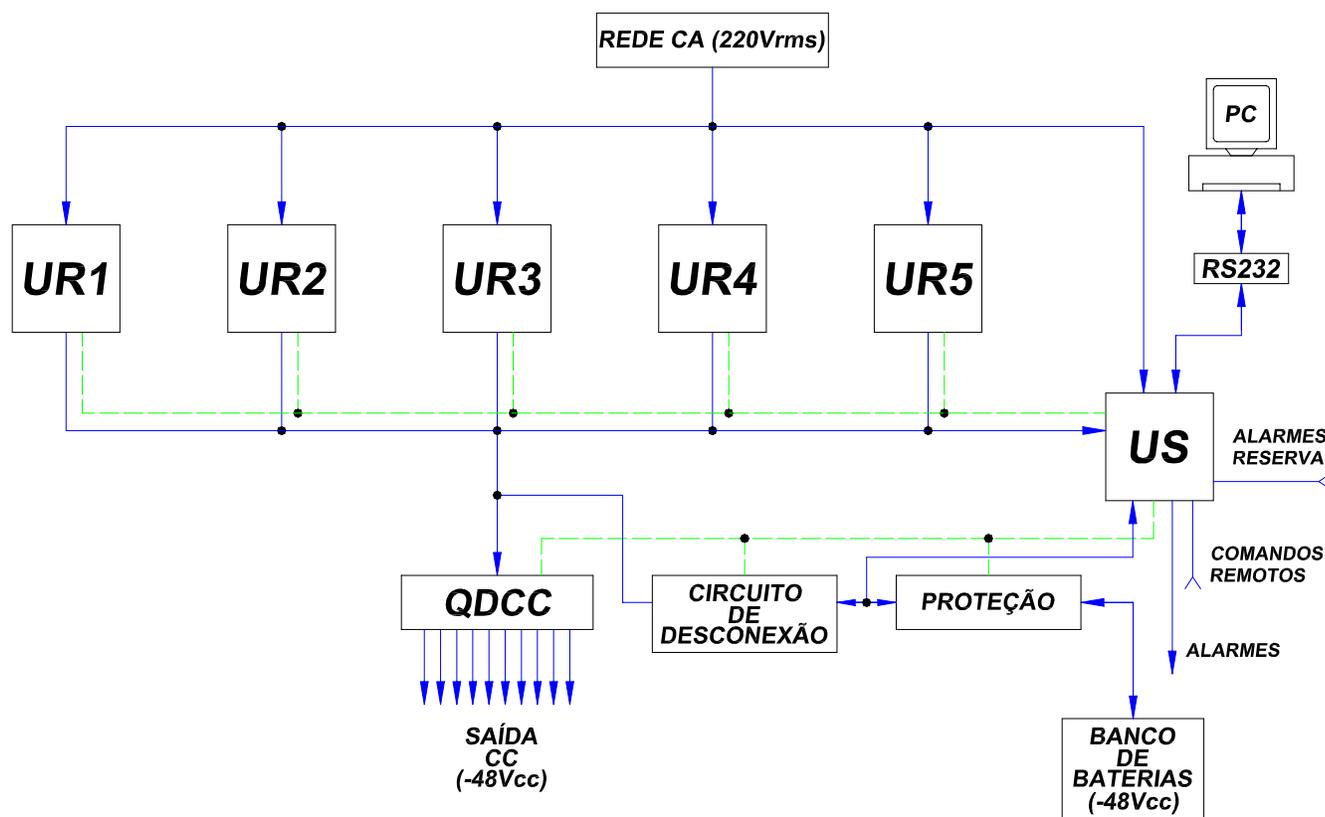

Figura 1 - Diagrama de blocos.
O Sistema Retificador (SR) modelo SR100A-48V/01 (SR 100A/-48V/1.4.2) foi projetado de acordo com os requisitos ANATEL. É apropriado para aplicações que requerem um alto nível de confiabilidade, facilidade de operação, manutenção e expansão aliados a uma ótima relação custo-benefício. Basicamente, o SR pode ser ilustrado pelo diagrama de blocos apresentado na figura 1.